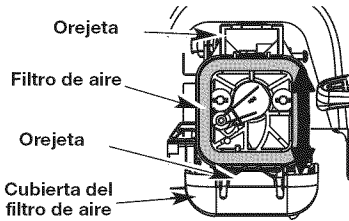

Fig. 25
1. Abra la tapa del filtro de aire. Empuje la lengüeta de traba situada en la parte superior de la tapa hacia adentro, y luego tire de la tapa del filtro de aire hacia afuera y hacia abajo (Fig. 25).
2. Quite el filtro de aire (Fig. 25).
6. Reemplace el filtro (Fig. 25).
7. Vuelva a instalar la tapa del filtro de aire. Coloque las ranuras en la parte inferior de la tapa del filtro de aire sobre las lengüetas en la parte inferior de la placa posterior (Fig. 25).
8. Gire la tapa hacia arriba hasta que la lengüeta que está en la placa posterior del filtro de aire caiga en su lugar en la ranura que está sobre la tapa del filtro de aire (Fig. 25).